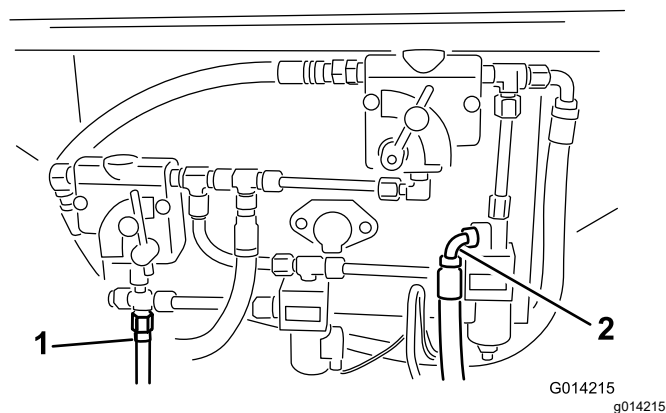
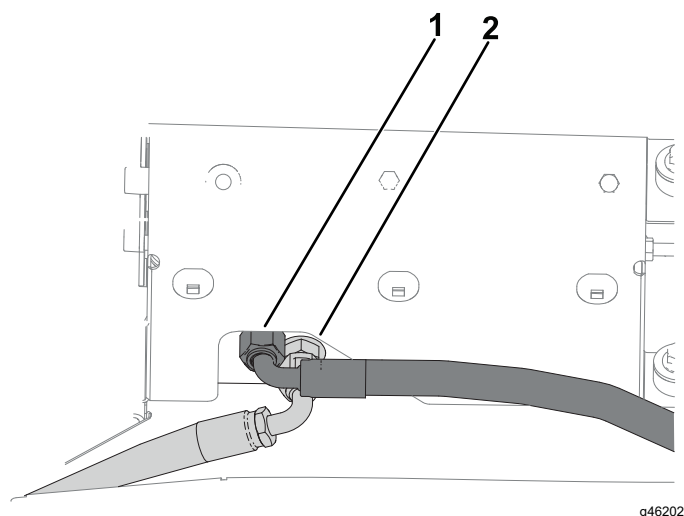
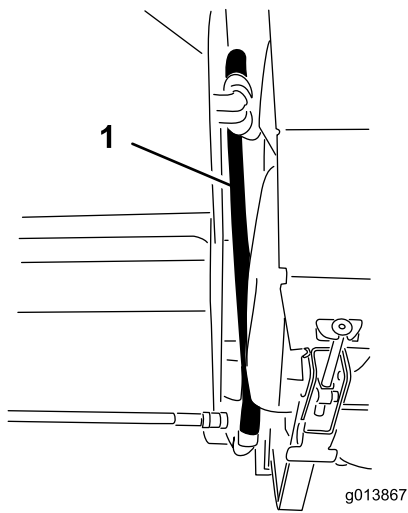
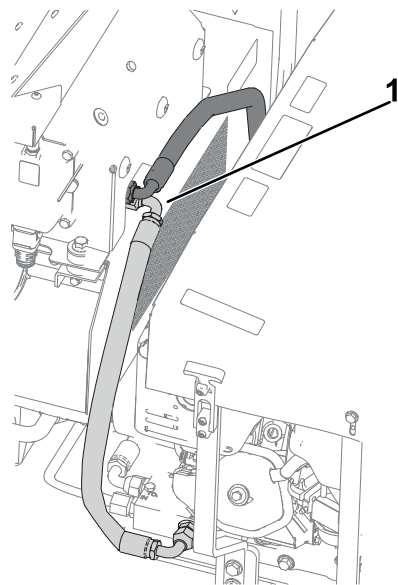

Bild 14
Bild 15
Bild 16
Bild 17
11. Identifizieren Sie die Druck- und Rücklaufanschlüsse am Grundmodell der Maschine. Siehe **Bild 14** für SH-Versionen und **Bild 15** für EH-Versionen.
12. Wenn der Druck- und Rücklaufschlauch bereits an den Stellen angeschlossen sind, die in **Bild 14** und **Bild 15** dargestellt sind, entfernen Sie sie.
13. Schließen Sie die Hydraulikschläuche am hydraulischen Bedienfeld an. Siehe **Bild 14** und **Bild 16** für SH-Versionen und **Bild 15** und **Bild 17** für EH-Versionen.